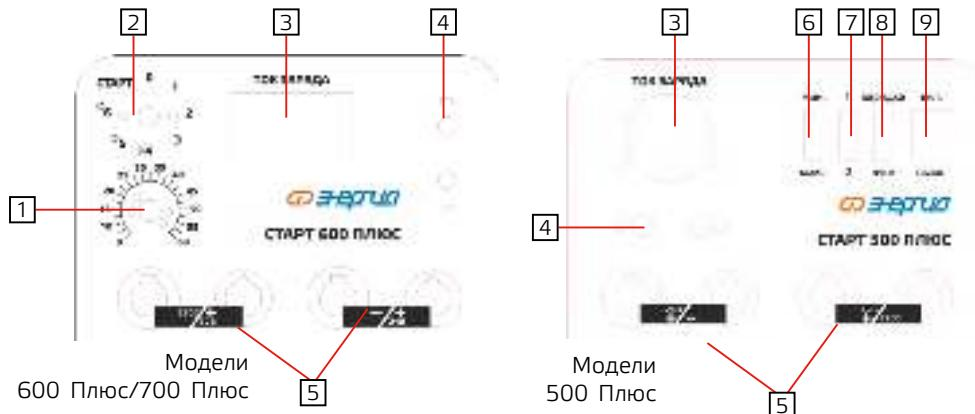

Рис. 1
- Подключите красный плюсовый (+) провод к соответствующей клемме на ПЗУ в зависимости от номинального напряжения заряжаемого АКБ (см П. 5 рис. 1).
- Переведите переключатель 8 (рис. 1) в положение «Зарядка»;
- Переведите переключатель 7 (рис. 1) в положение «2»;
- Переведите переключатель 6 (рис. 1) в положение «МИН».
- Поверните переключатель 2 (рис. 1) в положение «1».
Модель СТАРТ 500 ПЛЮС - Подключите ПЗУ к сети ~220 В, включите ПЗУ переключателем 9 (рис. 1).
Модель СТАРТ 500 ПЛЮС - Воспользуйтесь переключателями 6 и 7 (рис.1).
6. В случае установки 4, 5 или 6 режима заряда установите требуемое время заряда АКБ с помощью рукоятки таймера поз. 1 (рис.1), по завершении отсчета таймера заряд прекратится автоматически. **Только модели СТАРТ 600 ПЛЮС и СТАРТ 700 ПЛЮС.**
1. Подключите красный плюсовый (+) провод к соответствующей клемме на ПЗУ в зависимости от номинального напряжения заряжаемой АКБ (см. П. 5 рис. 1).
Модель СТАРТ 500 ПЛЮС - Переведите переключатель 9 (рис.1) в положение «ВЫКЛ».
Модели СТАРТ 600 ПЛЮС и СТАРТ 700 ПЛЮС - Переведите переключатель 2 (рис.1) в положение «0».
5. Переведите переключатель 8 (рис. 1) в положение «ПУСК».